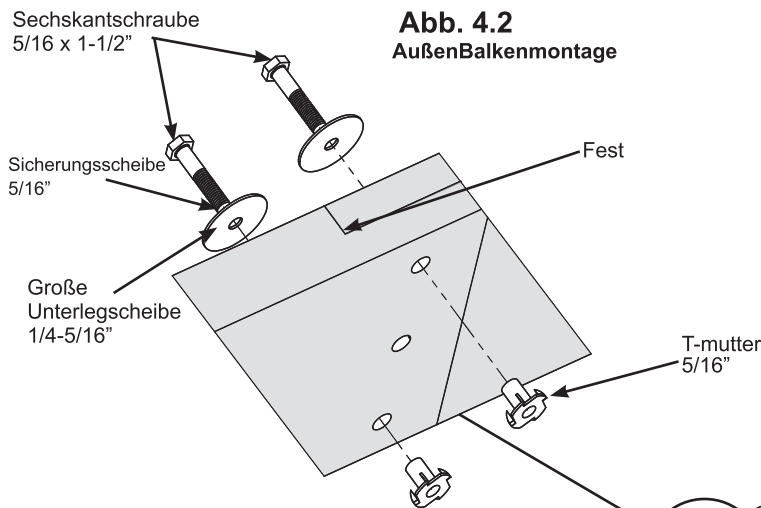

Abb. 4.1
A: Einen Rechte Äußere Ende (649) mit einen Linke Äußere Ende (650) mit zwei Sechskantschrauben 5/16 x 1-1/2" (mit Sicherungsscheibe 5/16", Große Unterlegscheibe 1/4 -5/16" und T-mutter 5/16") verbinden, wie es in Abb. 4.1 und 4.2. gezeigt wird. Auf die Ausrichtung der Bolzenköpfe achten.
B: Einen Innenbalken (656) mit jedem Ende einen Lange Innenbalken (653) mit zwei Sechskantschrauben 5/16 x 1-1/2" (mit Sicherungsscheibe 5/16", Große Unterlegscheibe 1/4 -5/16" und T-mutter 5/16") in den mittleren Löchern verbinden, wie es in Abb. 4.1 und 4.3. gezeigt wird. Auf die Ausrichtung der Bolzenköpfe achten.